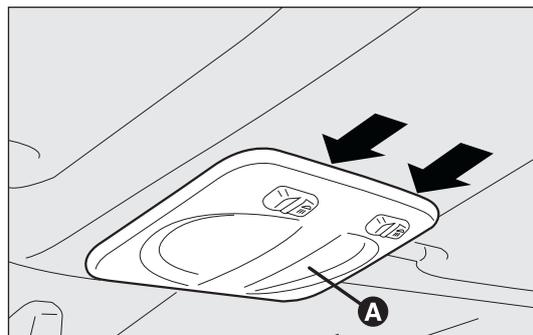

fig. 175
- agir sur les points indiqués par les flèches et enlever le plafonnier A-fig. 175 ;
- refermer la trappe B et fixer le plafonnier A-fig. 175 dans son logement, puis vérifier qu'il soit bien bloqué.